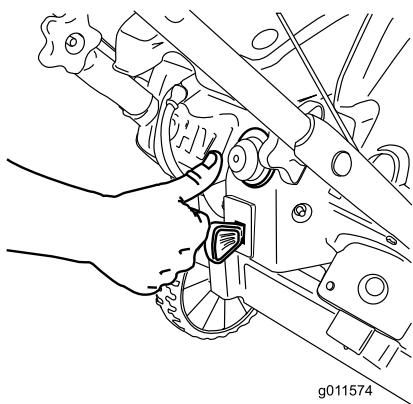

Рисунок 17
3. Резко нажмите 2 раза кнопку заливного насоса большим пальцем, каждый раз на секунду удерживая ее в нажатом состоянии перед отпуском (Рисунок 17).